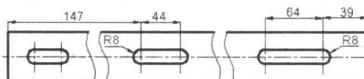

图 1.1.11 完成键槽的创建
(9) 参照以上步骤绘制另外两个键槽，其键槽宽度均为 16，其余尺寸如图 1.1.11 所示。